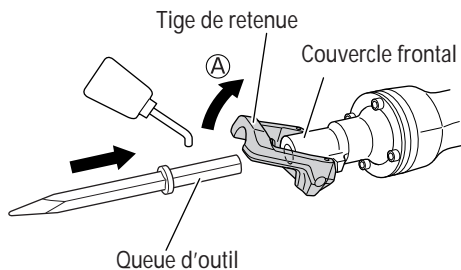

Fig. 4
- (1) Nettoyer la tige de l'accessoire, puis l'enduire de graisse ou d'huile de machine.
- (2) Déplacer la retenue sur la position ouverte (A), et insérer l'accessoire tel qu'une pointe à broyer, un cutter, etc. dans l'orifice hexagonal du couvercle avant (voir Fig. 4).